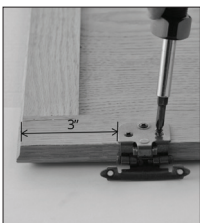

Figura 2
- b) Alinee el borde de la bisagra con la marca como se ve en Figura 2.